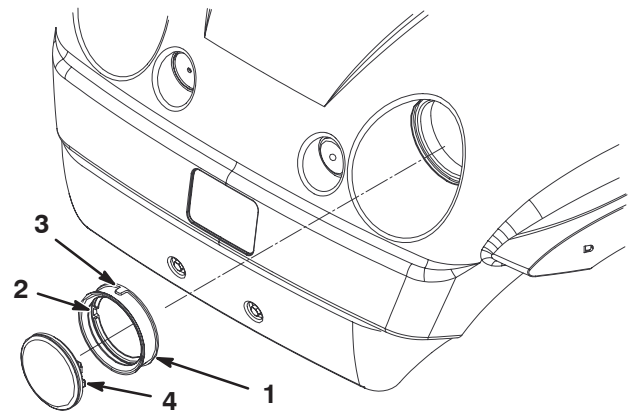

Figure 45
4. Déposez le joint en caoutchouc qui entoure le phare (Fig. 45). Mettez le phare au rebut.
5. Placez l'encoche située à l'intérieur du joint en face de l'encoche du phare neuf (Fig. 45). Placez le joint sur le phare jusqu'à ce qu'il tienne bien en place.